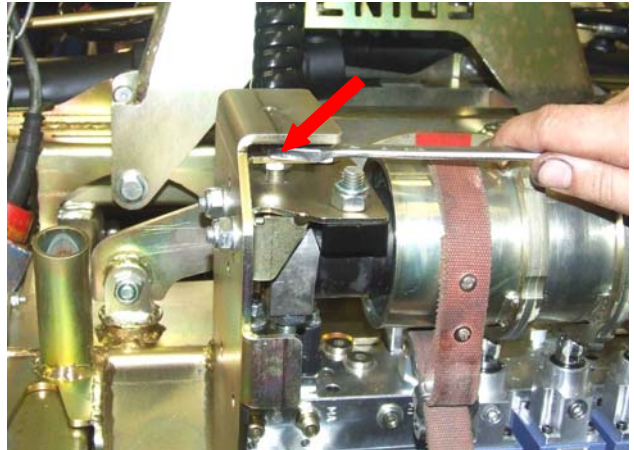

Fig.10
10. Irrota ylempi lukitusmutteri rummun vasemmalta puolelta → Fig.10